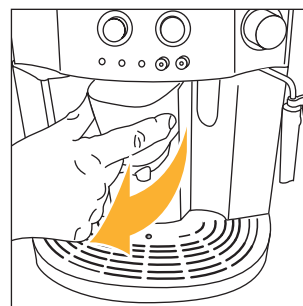
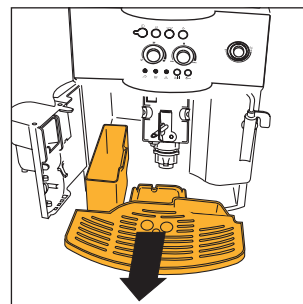

Fig.15
Fig.16
BEMÆRK 7: maskinen tæller det antal kopper kaffe, der bliver brygget. Kontrollampen  tændes efter hver 14. enkelt kop kaffe (eller 7. dobbelt kop kaffe), for at vise at kaffegrumsbeholderen er fuld og skal tømmes og renses. Så længe rensning af kaffegrumsbeholderen ikke foretages, bliver kontrollampen ved med at være tændt, og maskinen kan ikke brygge kaffe. For at kunne foretage rengøringen skal lågen på bagsiden åbnes ved at trække i vandudløbsrøret (fig. 15); kontrollampen  tændes og blinker (jvf. par. 12 punkt 9); træk dråbeopsamlingsbakken ud (fig. 16) tøm den og rens den. Udtøm og rens kaffegrumsbeholderen omhyggeligt idet du sørger for at fjerne alle eventuelle aflejringer på bunden. Tør også eventuelle kondensdryp op, der har lagret sig inden i maskinen, under dråbeopsamlingsbakken. **VIGTIGT: når man trækker dråbeopsamlingsbakken ud SKAL man altid tømme kaffegrumsbeholderen, selv om den ikke er fyldt helt op. Hvis denne operation ikke foretages, kan det ske at kaffegrumsbeholderen under de følgende brygninger fyldes for meget op og maskinen derfor tilstoppes af grums.**
- luk servicelågen op (fig. 15);
- træk dråbeopsamlingsbakken og kaffegrumsbeholderen ud (fig. 16) og vask dem;